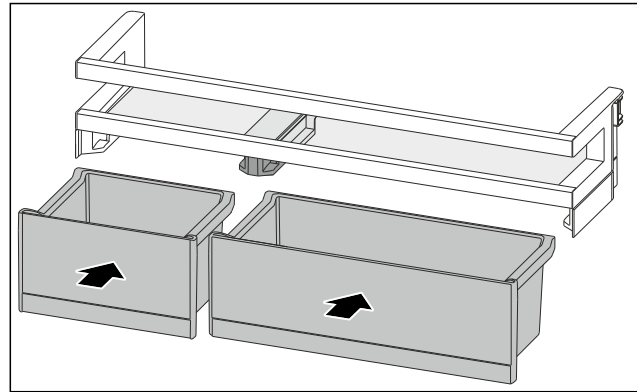

Fig. 116
- ▶ VarioBoxen in getauschter Anordnung einsetzen. (siehe Fig. 116)